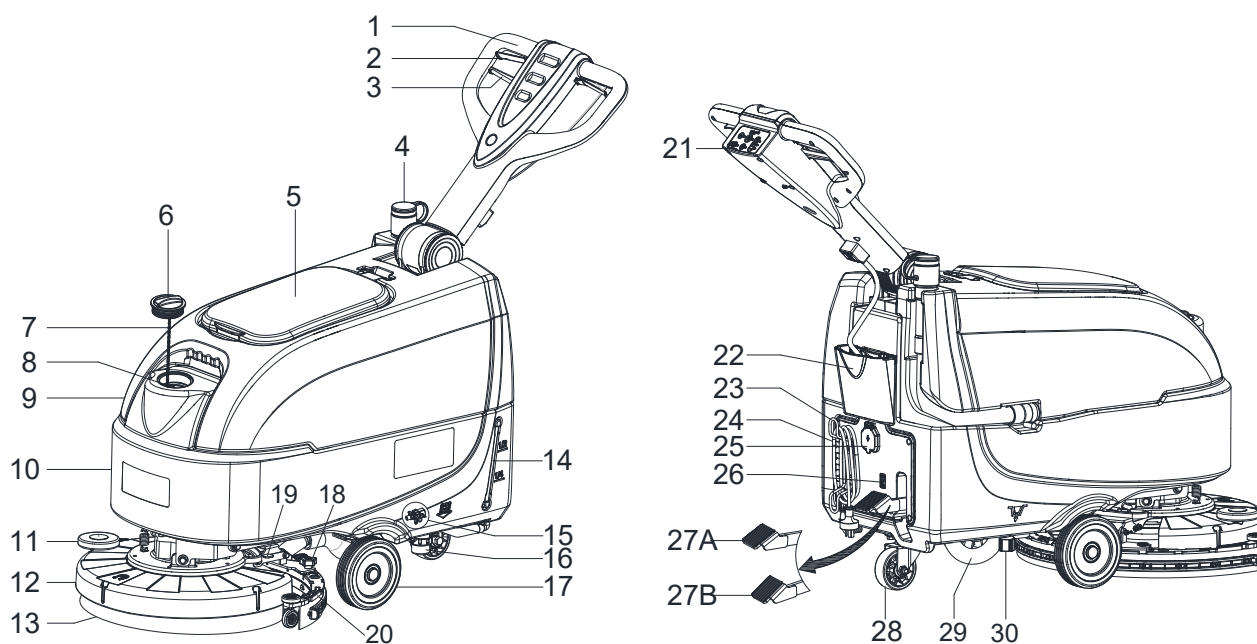

Figure 1
**DESCRIPTION DE LA MACHINE****STRUCTURE DE LA MACHINE (comme représenté sur la Figure 1)**